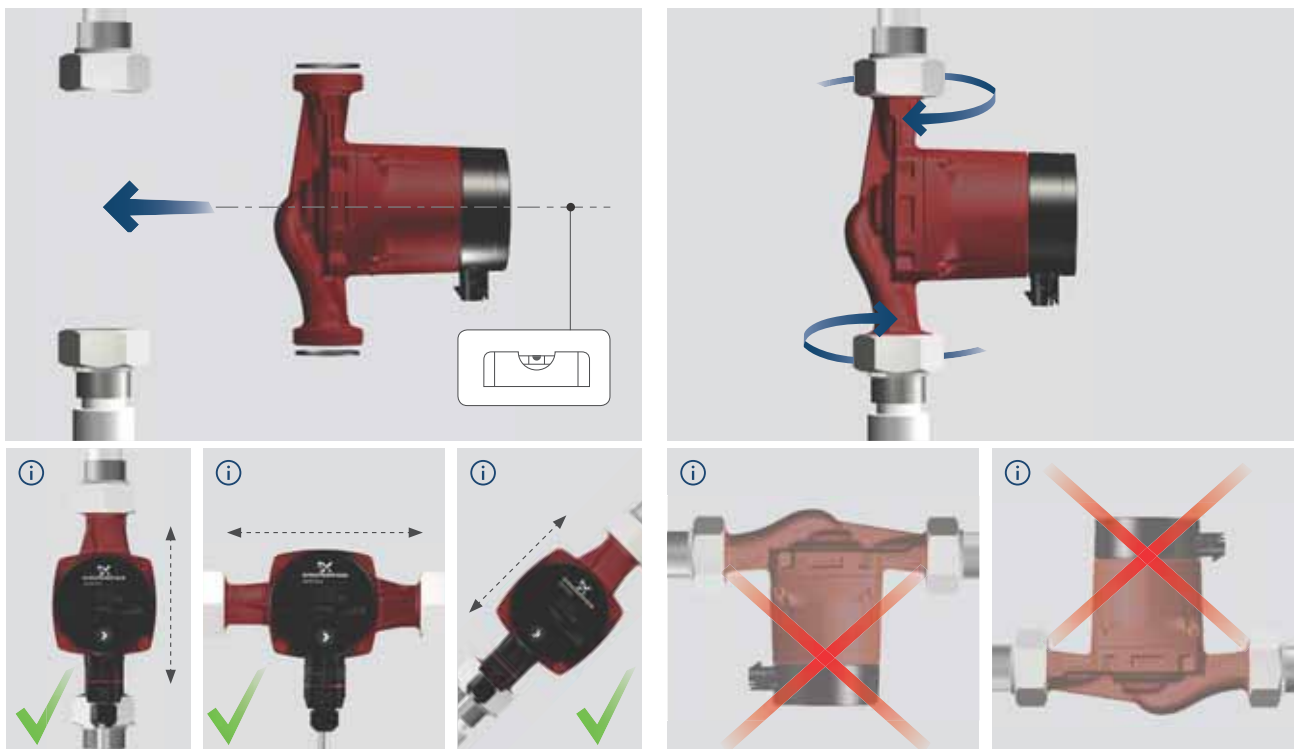

Fig. 4 Montering af GRUNDFOS ALPHA1
- Montér pumpen med vandret motoraksel. Se fig. 4.